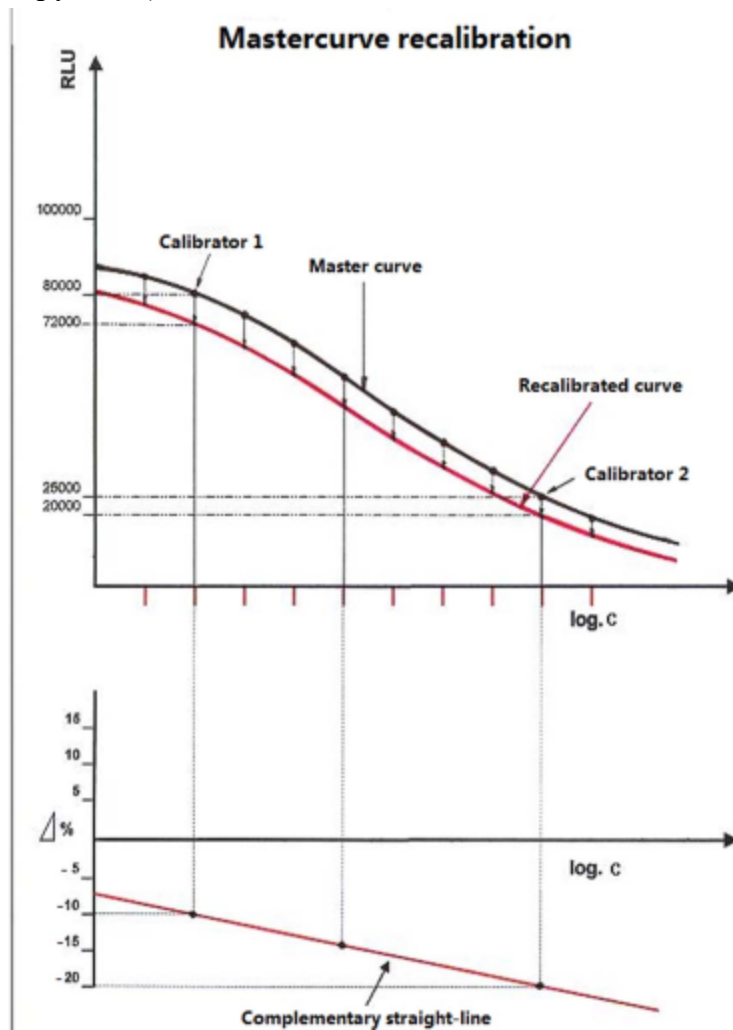

Рисунок 2.3-1 Принцип калібрування
- Перерахована крива є дійсною робочою кривою (див Рисунок 2.3-1: Принцип калібрування).